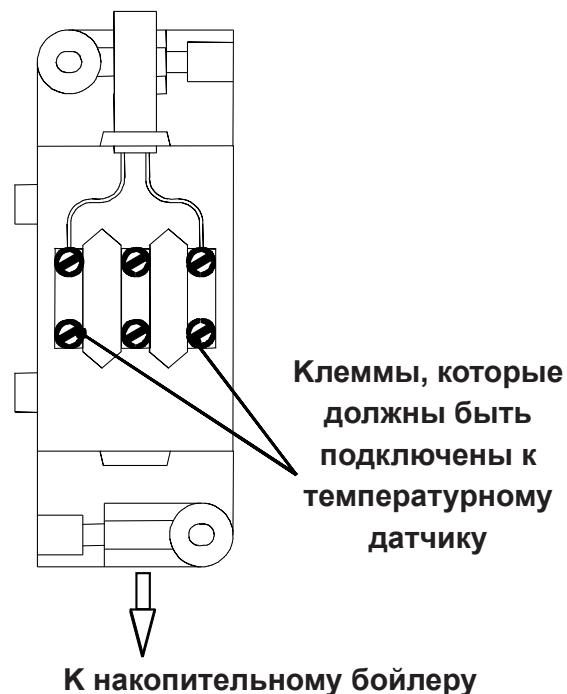

рисунок 5.26
- Подсоедините провода двух температурных датчиков между клеммами температурного датчика накопительного бойлера (рисунок 5.26).